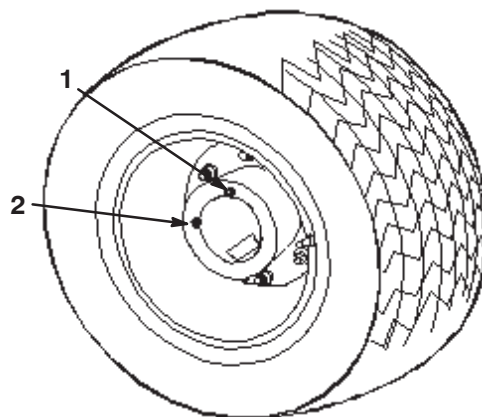

Figura 46
6. Mueva el vehículo lentamente hasta que la rueda quede posicionada para el llenado, según muestra la Figura 46.